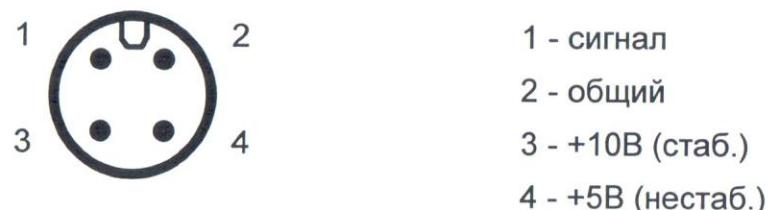

Рис.5.1.
5.3.4. На корпусе УО-301 имеется четырехштырьковый разъем, предназначенный для подключения к нему кабеля от ММ-301. Распайка разъема изображена на рис.5.1, нумерация контактов указана с монтажной стороны вилки. Распайка разъема на ММ-301 аналогична.